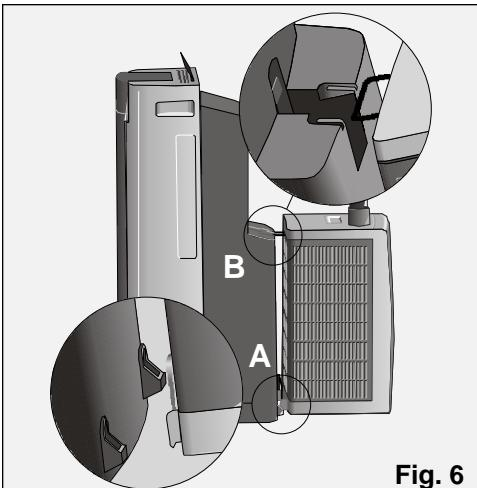

Fig. 6
- ❑ Pour transporter plus facilement tout l'appareil, accrochez l'unité extérieure de l'unité intérieure comme l'indique la Fig. 6. Pour cela, vous devrez introduire d'abord les parties saillantes inférieures (A), et ensuite la tige supérieure (B) de l'unité extérieure dans l'unité intérieure.